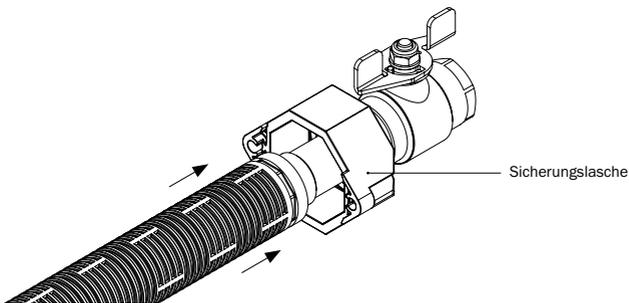

Abbildung 5.3: Positionierung der Sicherungsglasche
- Sicherungsglasche mit Schraubausparung von unten nach oben über die Gashauseinführung Voigt DN 25 bis zum Kugelhahn schieben (s. Abbildung 5.3).